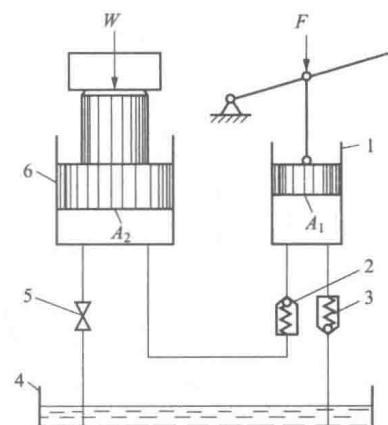
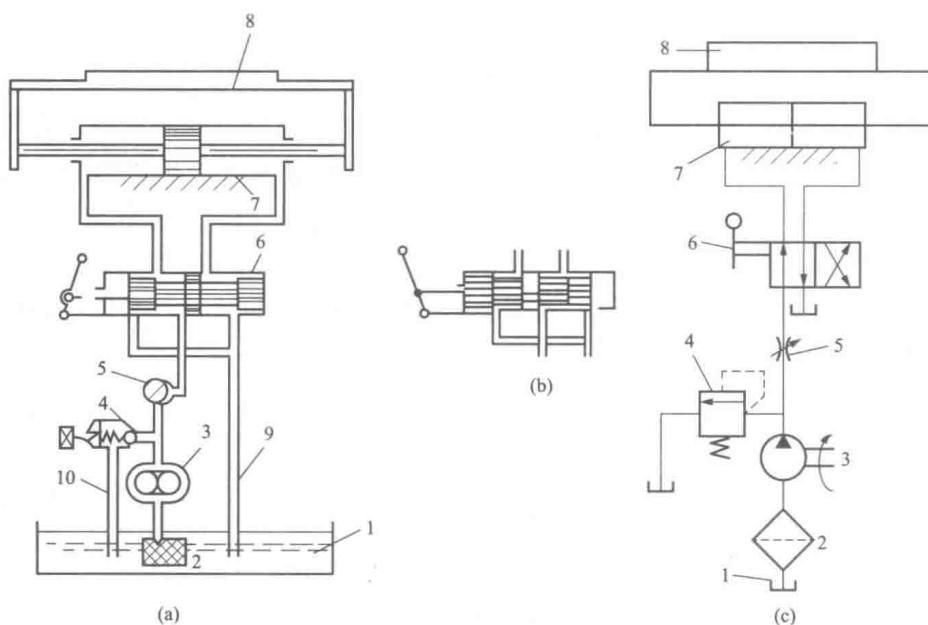

图 1-1 液压千斤顶工作原理图
图1-2 典型液压传动系统原理图
液压千斤顶是机械行业常用的工具，常用液压千斤顶顶起较重的物体。下面以液压千斤顶为例简述液压传动的工作原理。图 1-1 所示为液压千斤顶的工作原理图。有两个液压缸 1 和 6，内部分别装有活塞，活塞和缸体之间保持良好的配合关系，不仅活塞能在缸内滑动，而且配合面之间又能实现可靠的密封。当向上抬起杠杆时，液压缸 1 活塞向上运动，液压缸 1 下腔容积增大形成局部真空，排油单向阀 2 关闭，油箱 4 的油液在大气压作用下经吸油管顶开吸油单向阀 3 进入液压缸 1 下腔，完成一次吸油动作。当向下压杠杆时，液压缸 1 活塞下移，液压缸 1 下腔容积减小，油液受挤压促使压力升高，关闭吸油单向阀 3，液压缸 1 下腔的压力油顶开排油单向阀 2，油液经排油管进入液压缸 6 的下腔，推动液压缸 6 活塞上移顶起重物。如此不断上下扳动杠杆就可以使重物不断升起，达到起重的目的。如杠杆停止动作，液压缸 6 下腔油液压力将使吸油单向阀 2 关闭，液压缸 6 活塞连同重物一起被自锁不动，停止在举升位置。如打开截止阀 5，液压缸 6 下腔通油箱，液压缸 6 活塞将在自重作用下向下移，迅速恢复到原始位置。设液压缸 1 和 6 的面积分别为  $A_1$  和  $A_2$ ，则液压缸 1 单位面积上受到的压力  $p_1 = F/A_1$ ，液压缸 6 单位面积上受到的压力  $p_2 = W/A_2$ 。根据流体力学的帕斯卡定律“平衡液体内某一点的压力值能等值地传递到密闭液体各点”，则有
以图1-2所示组合机床工作台液压传动系统为例说明其组成。
液压泵3由电动机驱动旋转,从油箱1中吸油,经过滤器2后被液压泵吸入并输出给系统。当换向阀6阀芯处于图1-2(a)所示位置时,压力油经流量控制阀5、换向阀6和管道进入液压缸7的左腔,推动活塞向右运动。液压缸右腔的油液经管道、换向阀6、管道9流回油箱。改变换向阀6阀芯工作位置,使之处于左端位置[见图1-2(b)]时,液压缸活塞反向运动。
系统提供压力油液，如图 1-1 中的液压缸 1。
② 执行元件。执行元件是指将流体的压力能转换成机械能输出的装置。它可以是做直线运动的液压缸，也可以是做回转运动的液压马达、摆动缸，如图 1-1 中的液压缸 6 和图 1-2 中的液压缸 7。
③ 控制元件。控制元件是指对系统中流体的压力、流量及流动方向进行控制和调节的装置，以及进行信号转换、逻辑运算和放大等功能的信号控制元件，如图 1-2 中的溢流阀、流量控制阀和换向阀。
④ 辅助元件。辅助元件是指保证系统正常工作所需的上述三种以外的装置，如图 1-2 中的过滤器、油箱和管件。
⑤ 工作介质。工作介质用于能量和信号的传递。液压系统以液压油液作为工作介质。
图 1-2 (a) 和图 1-2 (b) 中的各个元件是以半结构式图形画出来的，直观性强，易理解，但难于绘制，元件多时更是如此。在工程实际中，除某些特殊情况外，一般都用简单的图形符号绘制，如图 1-2 (c) 所示。图形符号只表示元件的功能，不表示具体结构和参数。我国制定的液压与气动图形符号见 GB/T 786.1—2009《流体传动系流及元件图形符号和回路图第 1 部分：用于常规用途和数据处理的图形符号》。以后每介绍一类元件，都会介绍其图形符号，要求熟记。